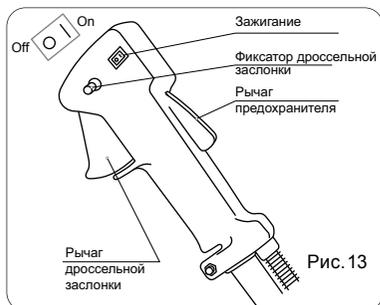

Рис. 13
- На ручке управления установите зажигание в положение «On» (Рис. 13).
- На ручке управления нажмите рычаг дроссельной заслонки и зафиксируйте его фиксатором (Рис. 13).
- Плавно нажмите на рычаг дроссельной заслонки, доведите двигатель до максимальных оборотов и приступайте к работе (Рис. 13). Кошение производите крепко держа триммер обеими руками за рукоятки.